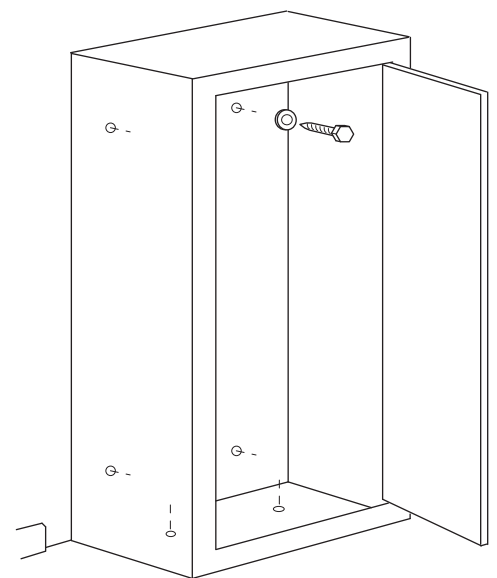

Figure 10
L'armoire doit coller au mur et au plancher. (Voir la figure 10.) Au besoin, enlevez la plinthe.
Percez (4) avant-trous d'environ 5 mm dans les poteaux muraux et fixez l'armoire au mur à l'aide de (4) tire-fond et de (4) rondelles. (Voir la figure 10.)